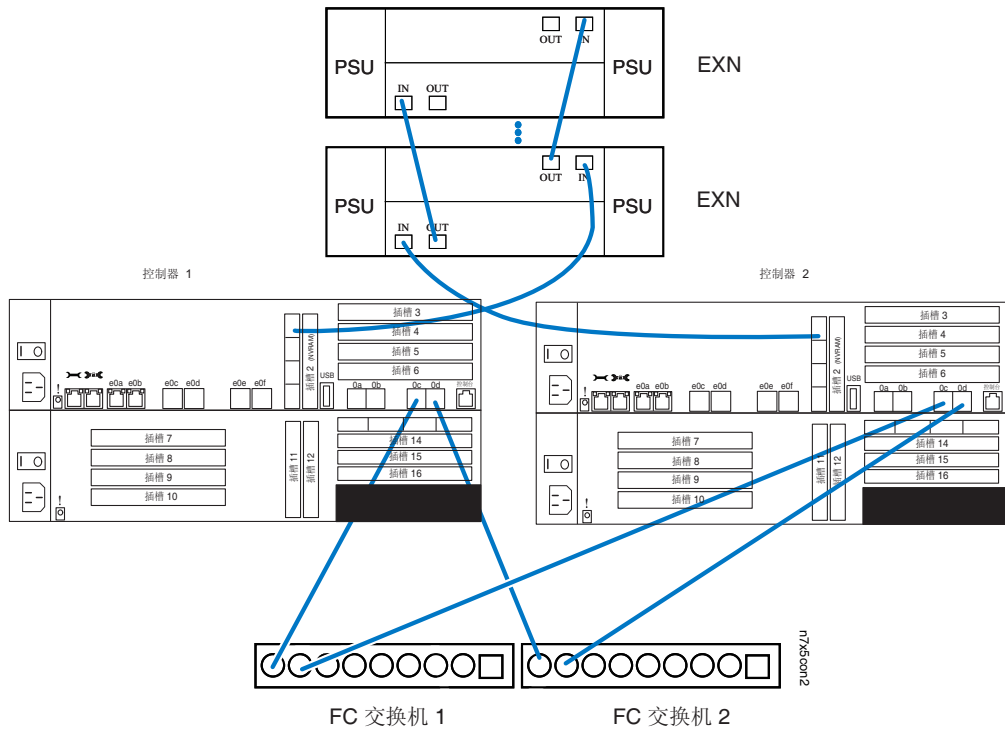

图 8. 将 N7x50T 系列系统扩展适配器用光缆连接到存储扩展单元
3. 如第 16 页的图 8 所示，将控制器模块 1 上的 FC 扩展适配器端口用光缆连接到第一个存储扩展单元通道 A ESH4 或 AT-FCXIN 端口。
4. 如第 16 页的图 8 所示，将控制器模块 2 上的 FC 扩展适配器端口用光缆连接到第一个存储扩展单元通道 B ESH4 或 AT-FCX IN 端口。
5. 如第 16 页的图 8 所示，将第一个存储扩展单元通道 A ESH4 或 AT-FCX OUT 端口用光缆连接到下一个存储扩展单元通道 A ESH4 或 AT-FCX IN 端口。用纯色标签标记该电缆。
6. 如第 16 页的图 8 所示，将第一个存储扩展单元通道 B ESH4 或 AT-FCX OUT 端口用光缆连接到存储扩展单元通道 B ESH4 或 AT-FCX IN 端口。用纯色标签标记该电缆。